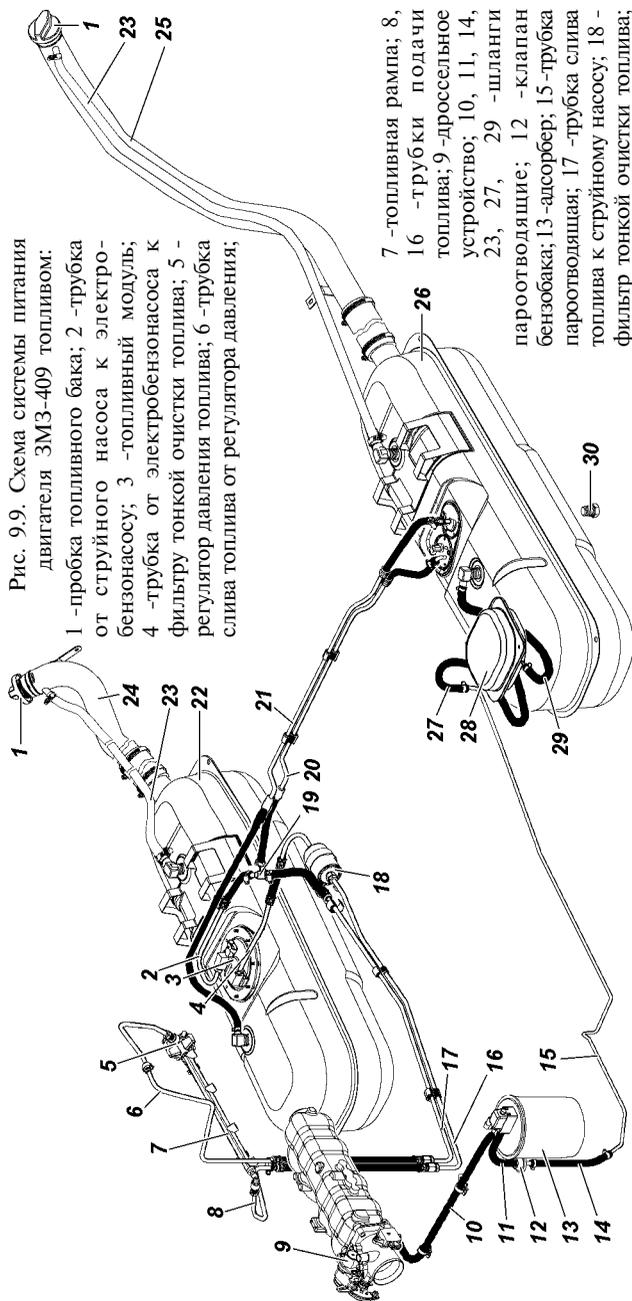

Рис. 9.9. Схема системы питания двигателя ЗМЗ-409 топливом:
**Топливные баки 22, 26 (рис. 9.9) и 18, 22 (рис. 9.10).** Обслуживание топливных баков заключается в периодической промывке фильтра топливного модуля (правый бак), промывке фильтра приемной трубки указателя уровня топлива (левый бак) и промывке самих баков.
Периодически сливайте отстой, отвернув пробку 30 (рис. 9.9) или 26 (рис. 9.10) снизу бака.
- слейте топливо, отвернув пробку 30 (рис. 9.9) или 26 (рис. 9.10);
- откройте люк в полу кузова над топливным модулем 3 или отверните болты крепления сепаратора 28 (рис. 9.9) или 24 (рис. 9.10) и выньте его, отсоедините от него шланги;
**Топливный модуль 3 (рис. 9.9)** погружного типа с датчиком указателя уровня топлива.